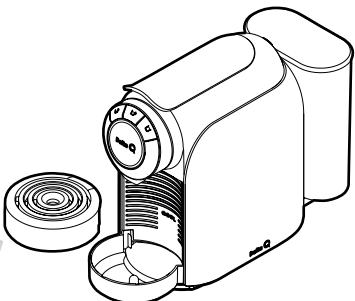

Abb. 12: Tassenabstellfläche senken.
- Sollte die Tasse höher sein als der Abstand zwischen der Tassenabstellfläche und dem Auslauf, senken Sie die Tassenabstellfläche und stellen Sie die Tasse unter den Auslauf (siehe **Abb. 12**).